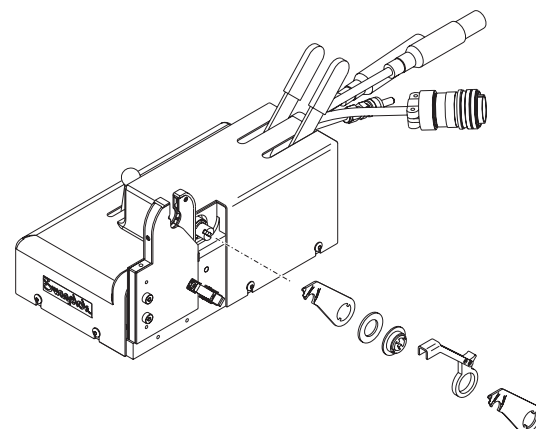

Figure 37 可動型クランプ・アセンブリーを取り付ける
8. スラスト・ベアリングとアダプター・ハブを再びシャフトに取り付けます。これらは溝付きシャフトに合わせます。Fig.37 をご参照ください。